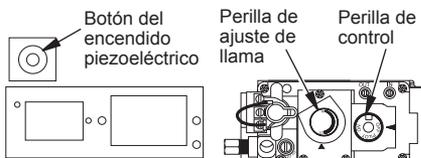

Figura 36 - Ubicación de la perilla de control y el botón de encendido (se muestra como se entrega, sin opciones de control)
3. Presione y gire la perilla de control en sentido de las manecillas del reloj  hasta la posición OFF (apagado) (consulte la figura 36).
- Presione la perilla de control y gírela en sentido contrario al de las manecillas del reloj ↶ hasta la posición PILOT (piloto). Presione la perilla de control durante cinco (5) segundos (consulte la figura 36, en la página 23).